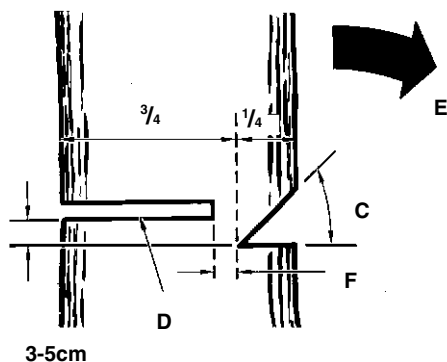

Fig.18
<p>AVERTISSEMENT : Ne jamais marcher devant un arbre entaillé. Scier le trait d'abattage (D) de l'autre côté du tronc, 3 à 5 cm (1,5 à 2,0") au-dessus de l'entaille d'abattage (C) (Figure 18).</p>